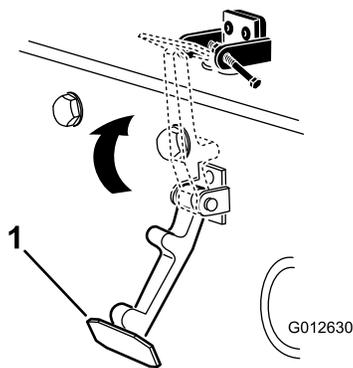

Bild 15
6. Haken Sie den Riegel in die Halterung des Motorhaubenriegels ein (Bild 15).